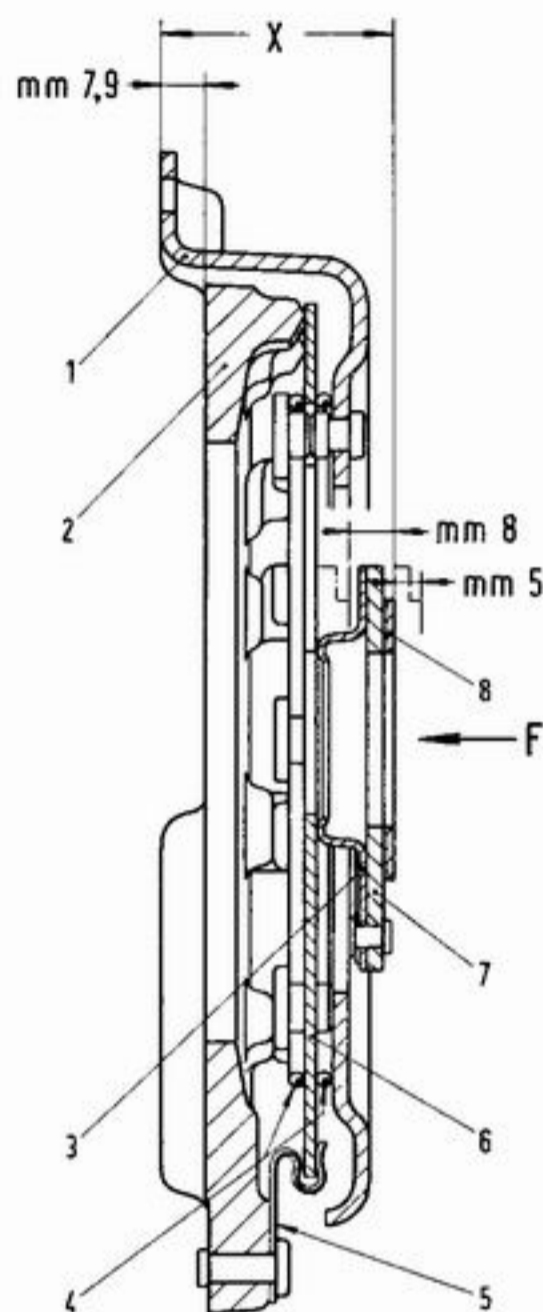

Fig. 11. - Mod. 850. - Schema per il controllo del complessivo disco supporto frizione.
- ad una corsa di disinnesto di mm 8 (fig. 11) corrisponda un distacco dell'anello spingidisco di mm 1,4 minimo.